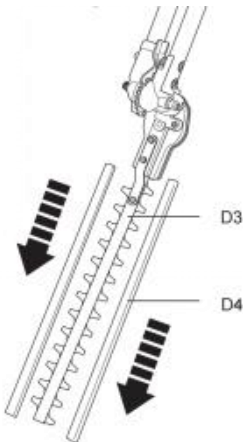

Fig. 23
1) Retire las cubiertas de la cuchilla (D4) de la cuchilla (D3) antes de la operación (Fig. 23).